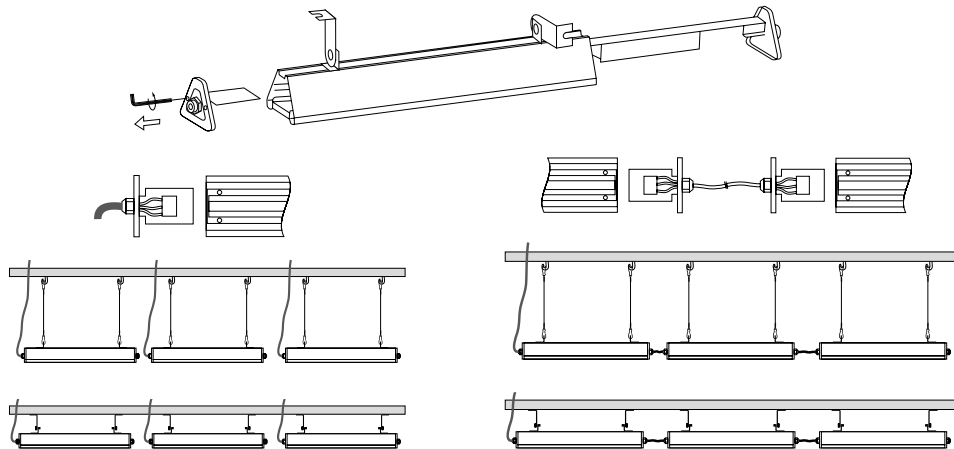

Рис. 4. Способы подключения светильников
- 3.9. Проденьте провод питания сети АС 230 В и управления через гермоввод и подключите кабель к клеммной колодке одним из способов, показанных на рис. 4.